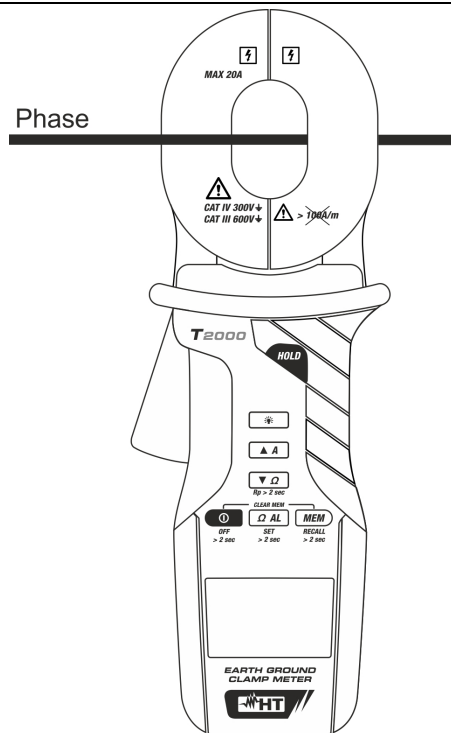

Fig. 19: Mesure de courant AC
3. Ouvrir le tore doucement insérer le câble à mesurer (voir Fig. 19) et lire le résultat à l'écran.